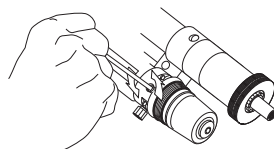

FIG. 12
- 2) allentare il tappo di sfogo dello sfato aria (L) con la chiave a brugola (3 mm.) in dotazione come illustrato nella fig. 12;